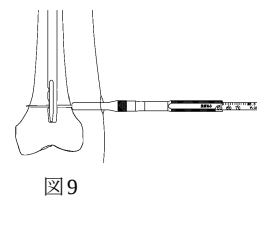

図9
- 5) ロング用ロック用デプスゲージの先端フックを内側皮質に引っ掛け、スクリーン長を計測します。(図9)